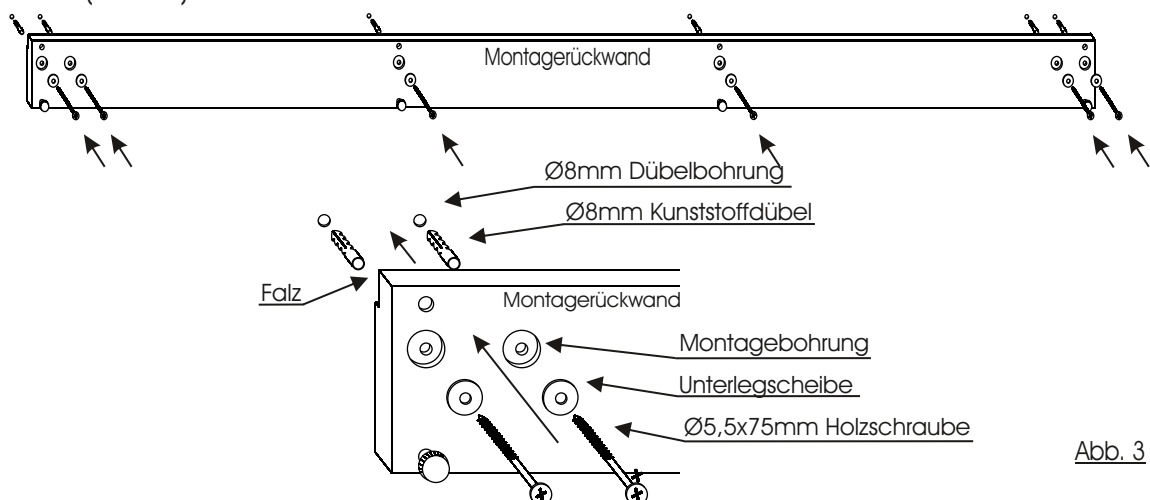

Abb. 3
3. Drehen Sie den Sockelgleiter auseinander. (Abb. 2) und stecken das Zapfenteil in die entsprechenden Bohrungen des Unterbodens. Sichern Sie den Gleiter mit je einer $\text{\O}4 \times 17\text{mm}$ RW-Schraube. Anschließend wird das Gleitelement wieder aufgeschraubt. (Abb. 3)
5. Bohren Sie die Dübellöcher mit einem $\text{\O}8\text{mm}$ Bohrer und montieren Sie die Montagerückwand mit den $\text{\O}8\text{mm}$ Kunststoffdübeln, Unterlegscheiben und $\text{\O}5,5 \times 75\text{mm}$ Holzschrauben waagrecht an die Zimmerwand. (Abb. 3)